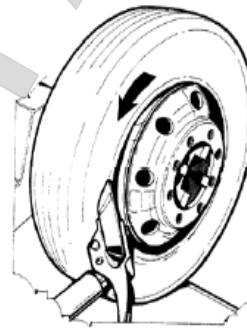

Рис.17
2. Установите монтажный диск (бескамерный ролик) как показано на Рис.17, 18.